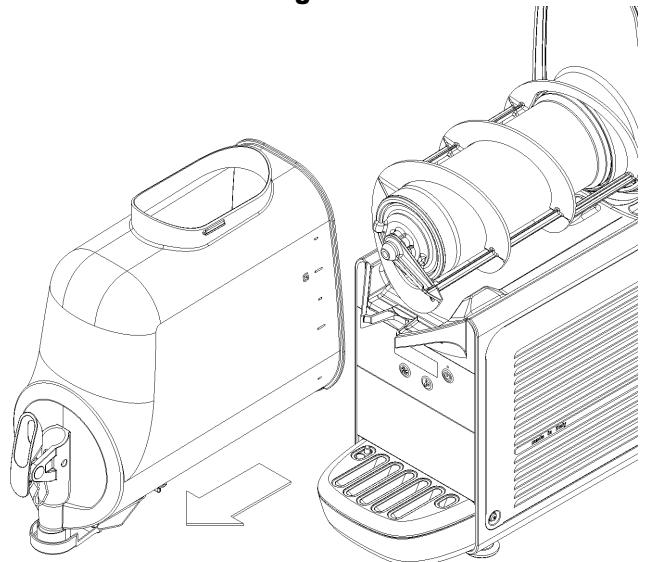

**figure 6**
- 1 Pour enlever le couvercle du bac, appuyer sur la touche supérieure et faire glisser le couvercle vers l'avant du bac. Si le couvercle est équipé d'une serrure de sûreté pour sa fermeture, tourner la clé en sens antihoraire pour déverrouiller la touche d'ouverture (voir figure 6).